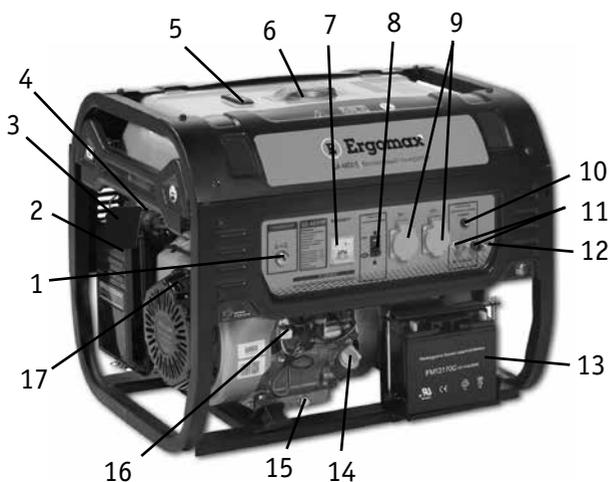

Рис. 1.1
Внешний вид генераторов и расположение элементов управления представлено на **рис. 1.1** и **1.2**.
1. Открутите крышку маслозаправочной горловины (14) (**рис. 1.1**) и вытрите щуп крышки чистой тряпкой (**рис. 2.1**).
Проверьте уровень топлива по шкале уровня топлива (5) (**рис. 1.1**), если уровень топлива низкий, то:
1. Откройте крышку топливного бака (6) (**рис. 1.1**).
ВНИМАНИЕ! Перед пуском двигателя убедитесь, что ни один электроприбор не подключен к генератору, а выключатель выходного напряжения (8) находится в положении «ВЫКЛ» (**рис. 1.1**).
4. Потяните на себя рукоятку стартера (17) (рис. 1.1), пока не почувствуете натяжение шнура стартера, затем резко дерните рукоятку на себя. Аккуратно верните на прежнюю позицию рукоятку стартера. Повторите несколько раз, пока двигатель не заведется.